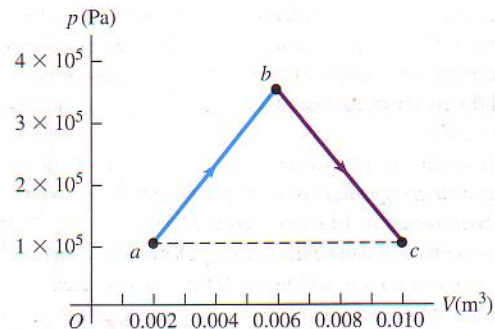

Figura 19.27 Problema 19.42.
**19.42** a) Un tercio de mol de He gaseoso se lleva por la trayectoria  $abc$  indicado por la línea continua de la figura 19.27. Suponga que el gas tiene comportamiento ideal. ¿Cuánto calor entra en el gas o sale de él? b) Si el gas pasara del estado  $a$  al  $c$  siguiendo la línea horizontal punteada de la figura 19.27, ¿cuánto calor en-